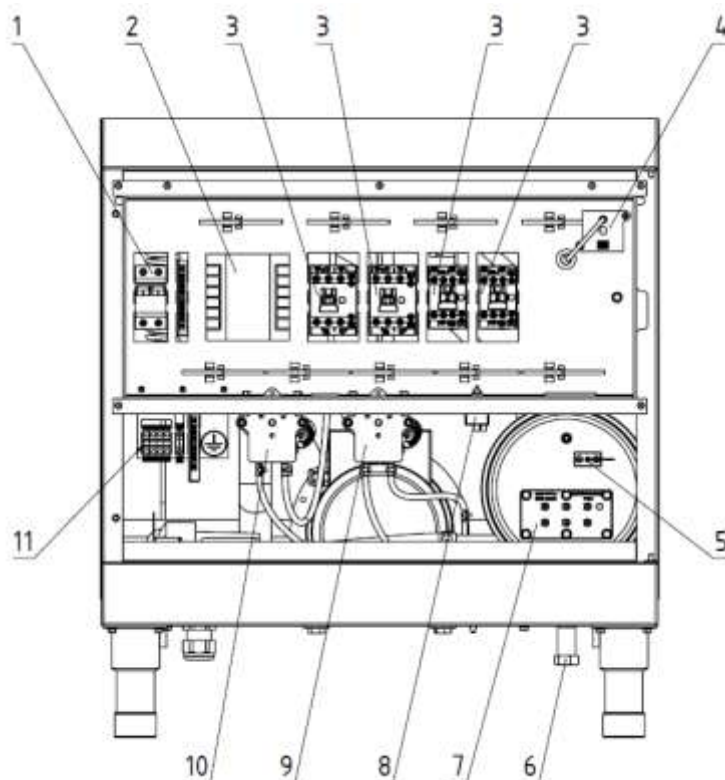

Рисунок 3 – Монтажный щит и другие элементы машины.
- щит монтажный (рис. 3);
- дозатор моющего средства (рис. 3, поз.10);
- дозатор ополаскивающего средства (рис. 3, поз 9);
При наполнении ванны водой до «нижнего» уровня контроллер выдает сигнал на включение ТЭНов бойлера. Вода в бойлере нагревается до температуры (плюс) 85°C (по умолчанию). Контроль температуры воды в бойлере осуществляется датчиком температуры (термопарой) бойлера (рис. 3, поз. 5).
**ВНИМАНИЕ!!!** Если машина не эксплуатируется долгое время или планируется ее хранение в холодном помещении, слейте воду из бойлера, открутив заглушку (Рис. 3, поз. 11).